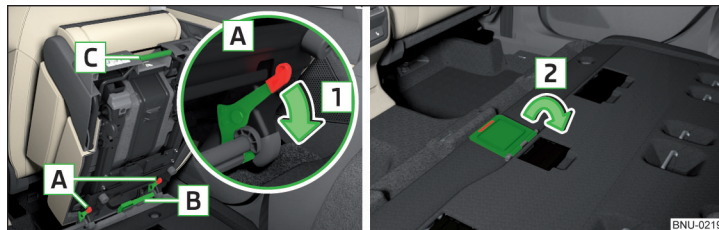

Fig. 90 Desbloquear el asiento / Tapar las tapas de cubrimiento
- Desbloquear el asiento presionando los bloqueos de asiento **A** en sentido de la flecha **1** » fig. 90.
- Retirar el asiento central y cerrar la tapa de recubrimiento para el enchufe en el suelo » fig. 90 de la pág. 90.
- Antes de colocar el asiento central, abrir la tapa de recubrimiento para el enchufe en el suelo contra el sentido de la flecha **2** » fig. 90 de la pág. 90.